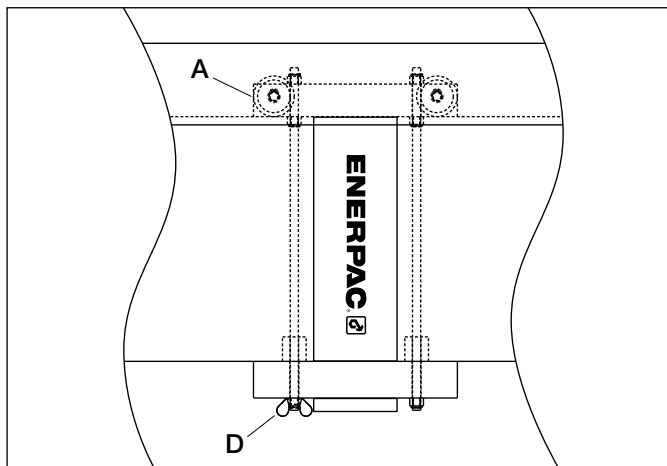

Abbildung 3
7.0 NEUPOSITIONIEREN DES ZYLINDERS (siehe Abbildung 3)